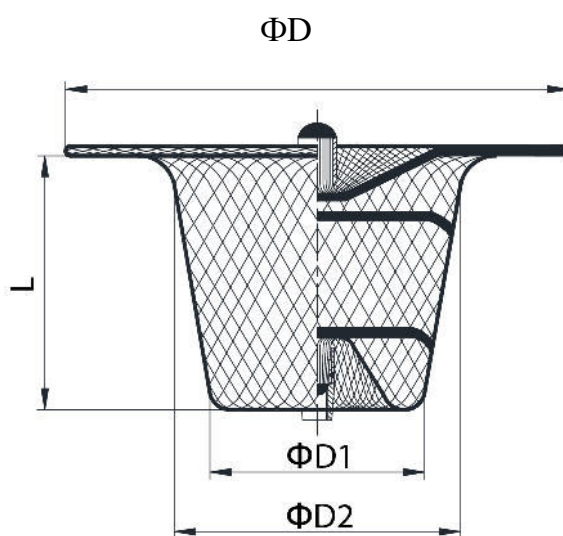

Рисунок 2 Структура окклюдера для закрытия ОАП HeartR™
- Окклюдер для закрытия ОАП HeartR™ и интродьюсер SteerEase™ упаковываются отдельно. Окклюдер и интродьюсер доступны с характеристиками, приведенными в следующей таблице (Рисунок 2 и Таблица 1).